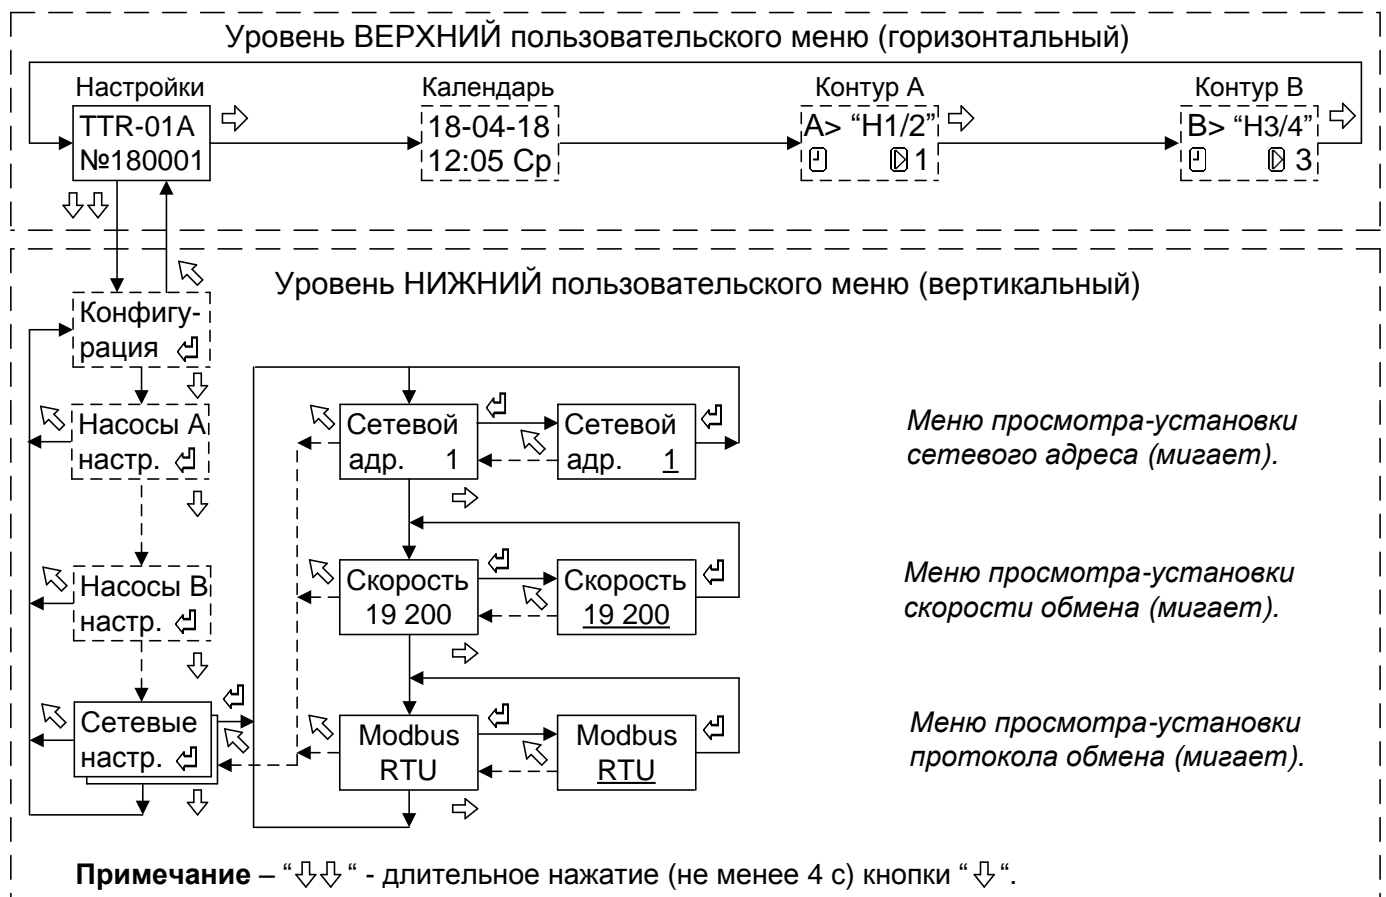

Рисунок 8 - Структура меню настройки сетевых параметров
7.5.1 При подготовке TTR к работе в сети интерфейса RS485 следует проверить и при необходимости установить сетевые настройки – адрес в сети и скорость обмена. Для этого необходимо войти в меню «Сетевые настр.» (см. рисунок 8).